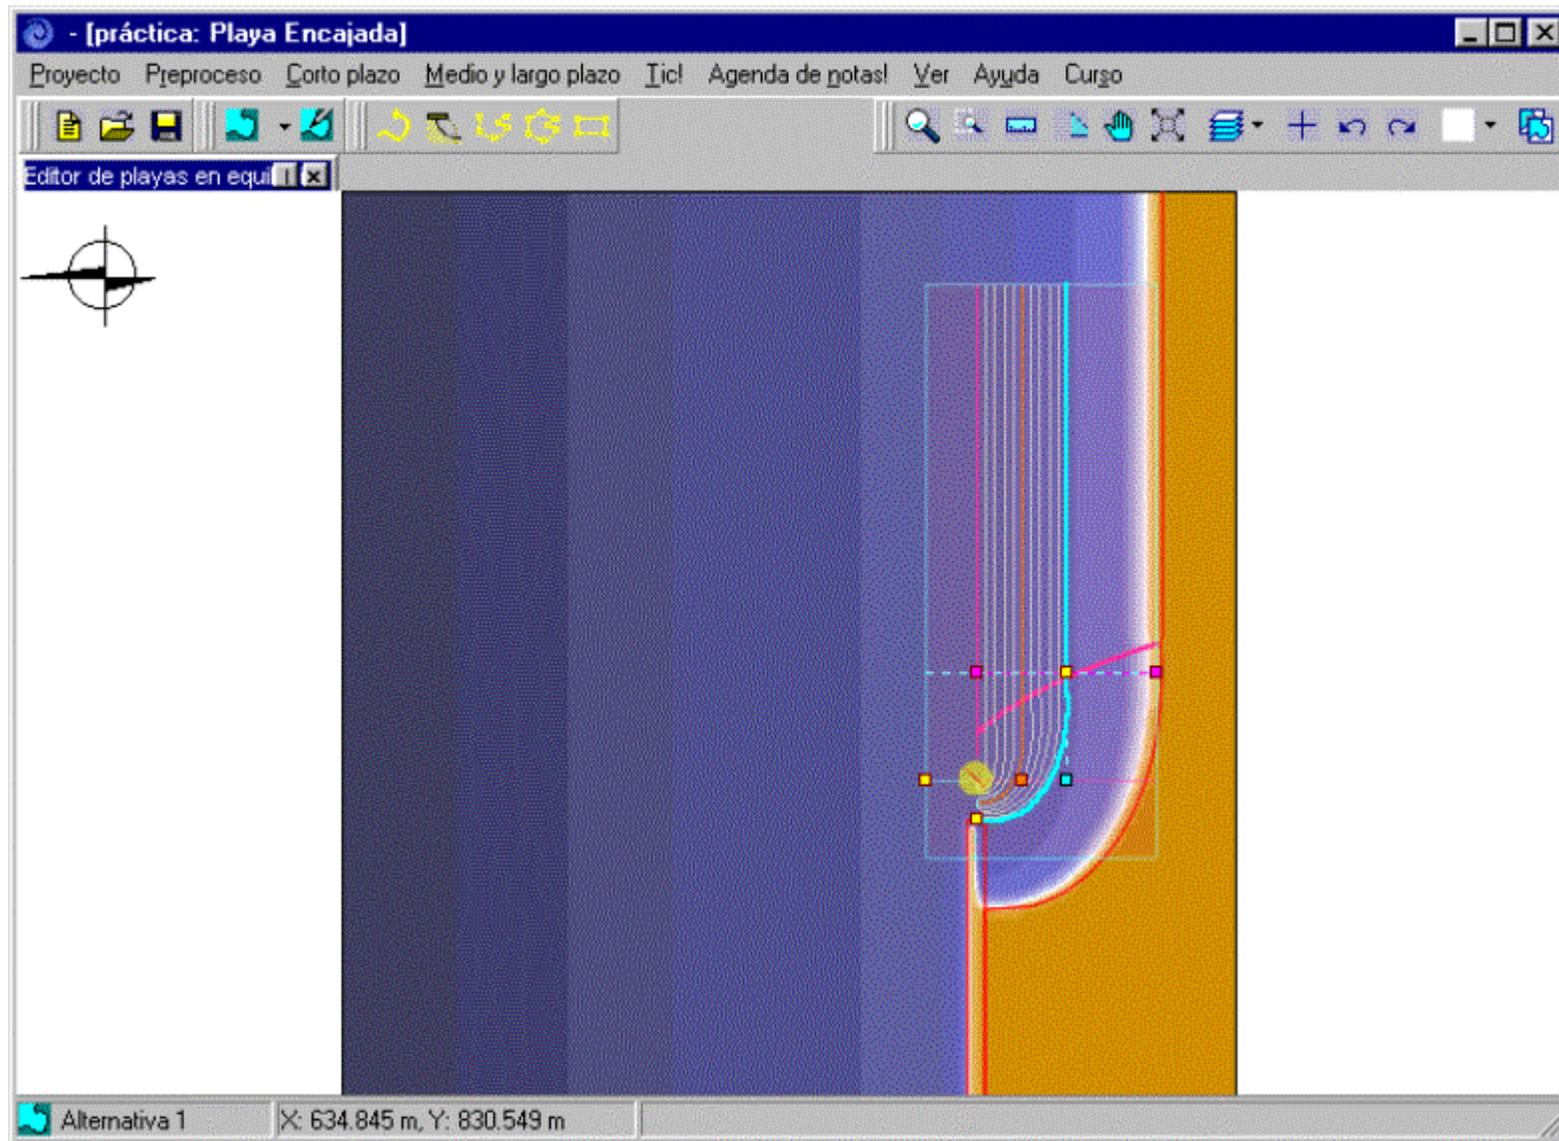

Figura 7.5
- Desplazar el ratón sobre el plano y ubicar el punto de control frente al dique actual, y crear una playa como se muestra en la figura 7.5, siguiendo el procedimiento descrito en la sección 6.9.1. Se recomienda siempre ubicar el punto de control alineado con el eje central del dique;